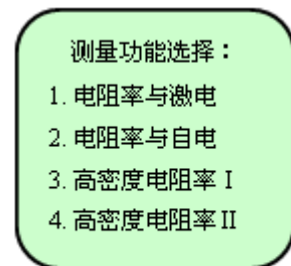

图 2-4
(1) 开机，按 $\boxed{\text{功能}}$ 键，显示：（如图2-4）
(2) 根据所需工作模式，按 $\boxed{1}$ 、 $\boxed{2}$ 、 $\boxed{3}$ 、 $\boxed{4}$ 之一，并按 $\boxed{\text{退出}}$ 键。屏幕将显示出所选模式主菜单。